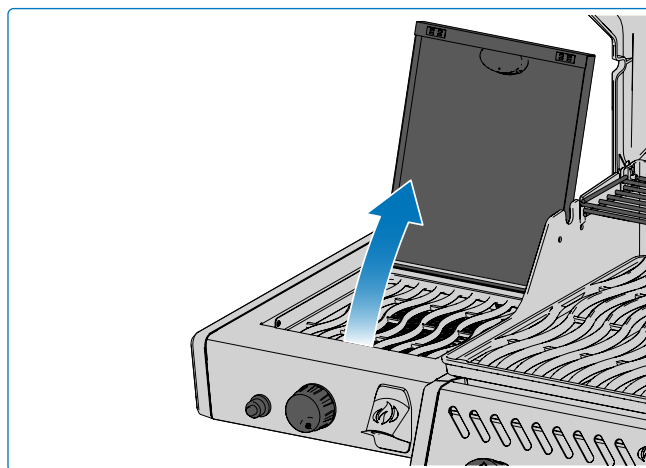

Fig. 9
1. Ouvrez le couvercle du brûleur (**Fig. 9**)